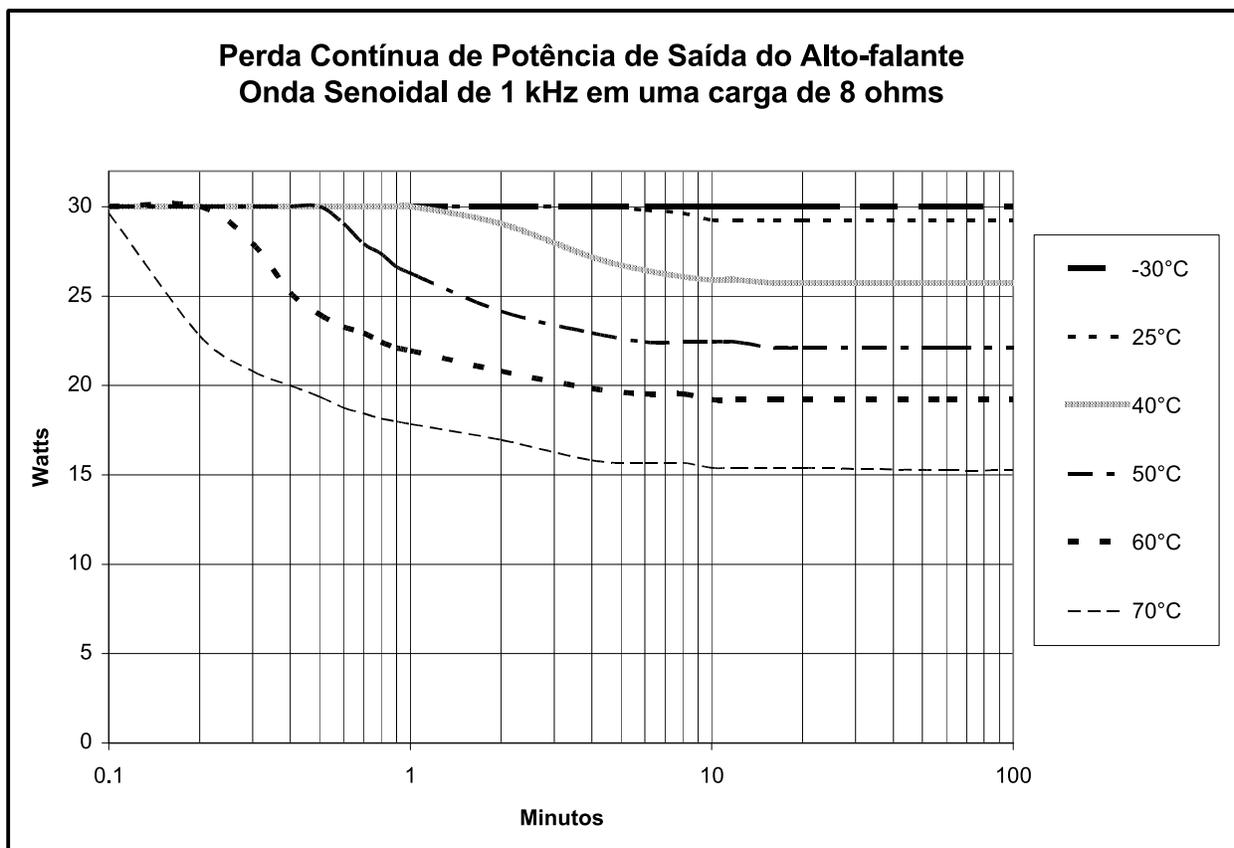
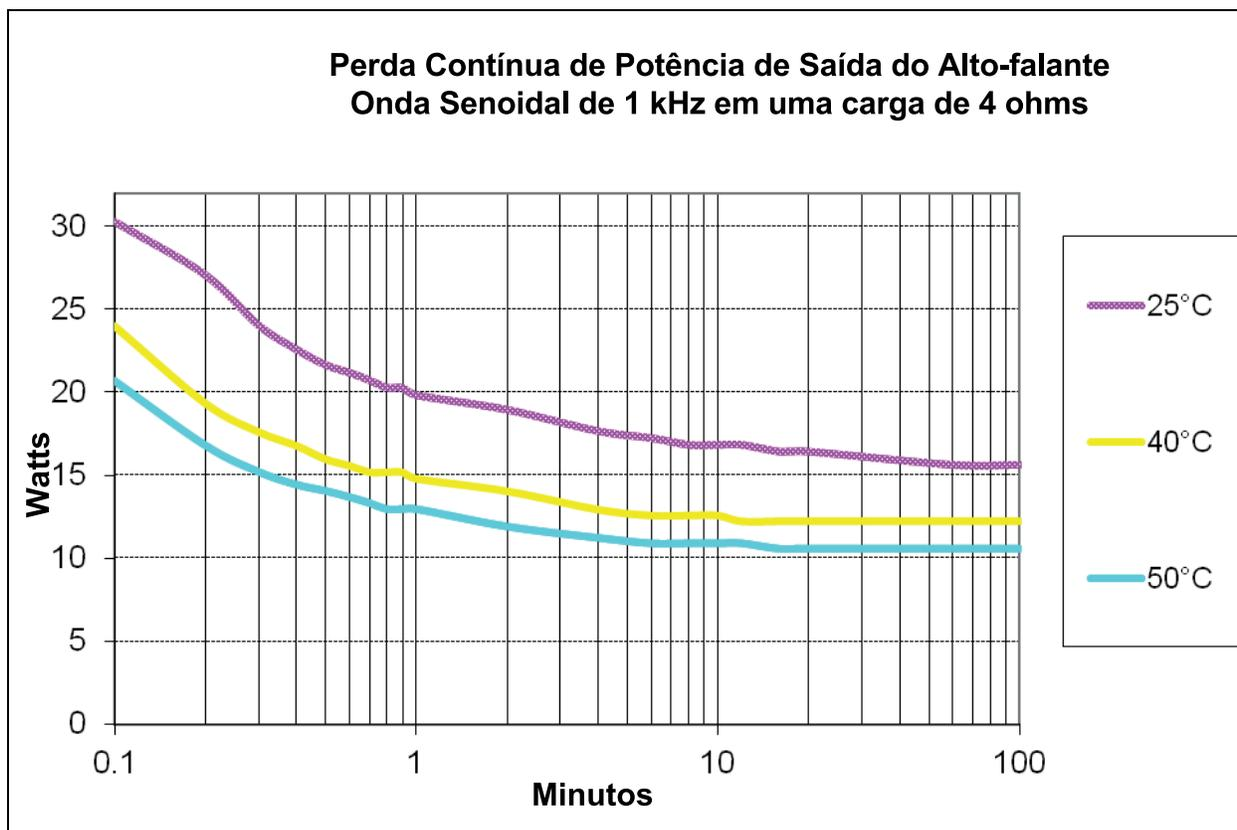

Figura 21. Perda Contínua de Potência de Saída do Alto-falante
Figura 22. Perda contínua de potência de saída do alto-falante
*Veja Figura 21 na página 32 e Figura 22 na página 33.